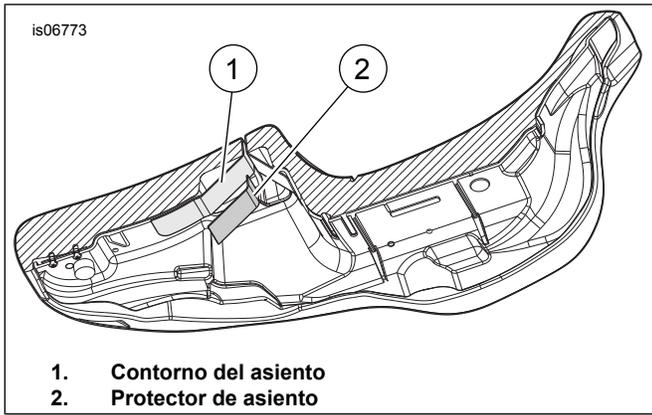

Figura 4. Parte inferior del asiento
13. Vea la Figura 4. Tome nota de la forma de la superficie que el protector del asiento (2) cubrirá y con cuidado dele forma al protector para que se ajuste mejor a los contornos del asiento (1).